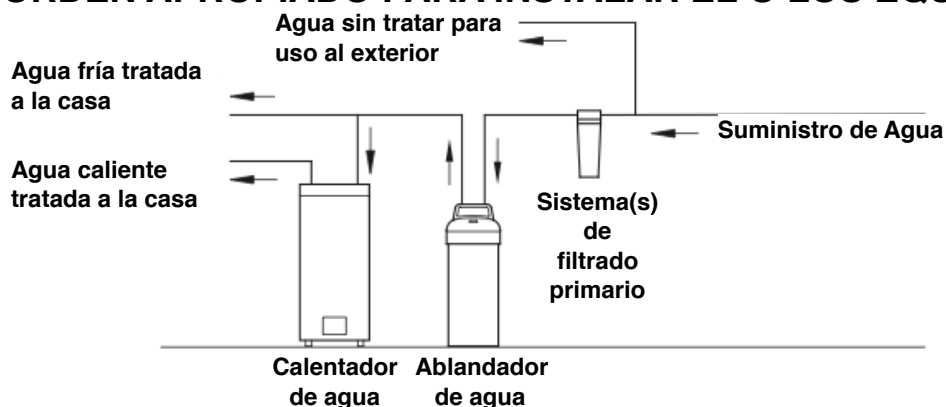

Figura 3
3. Conecte el ablandador a la matriz de agua fría, lo más lejos posible del calentador de agua (Figura 3). Al calentar el agua, se puede producir un retorno del agua caliente por la cañería de alimentación, llegando al ablandador. Agua con temperatura superior a 49°C dañará piezas internas del ablandador.
4. Llaves de jardín, sistemas de riego y llenado de piscina **NO DEBEN** pasar por el ablandador de agua(Figura 3).
4. Retire la cubierta superior. Para esto levante la tapa del salero, desenganche los dos seguros y retire la cubierta superior(Figura 3). Déjela aparte en un lugar en donde no la pase a llevar para evitar dañarla.